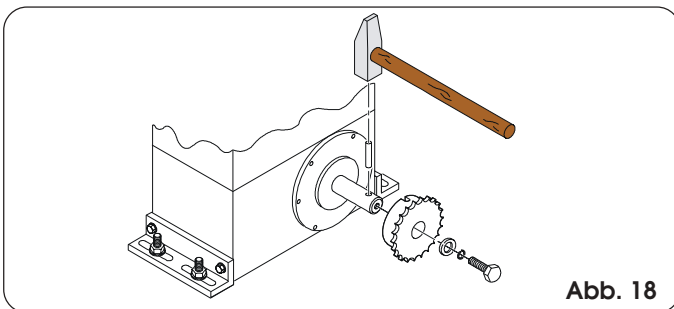

Abb. 18
**4.5.1. MOD. 844 ER CAT (Abb. 18 - 19)**